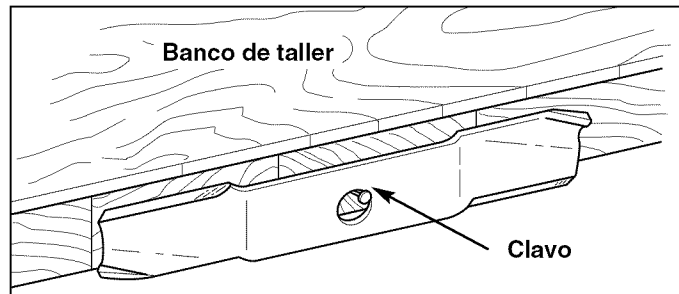

Figura 11. Equilibrio de la cuchilla
5. Equilibre la cuchilla como se muestra en la Figura 11. Centre el orificio de la cuchilla en un clavo lubricado con una gota de aceite. Una cuchilla equilibrada permanecerá nivelada.